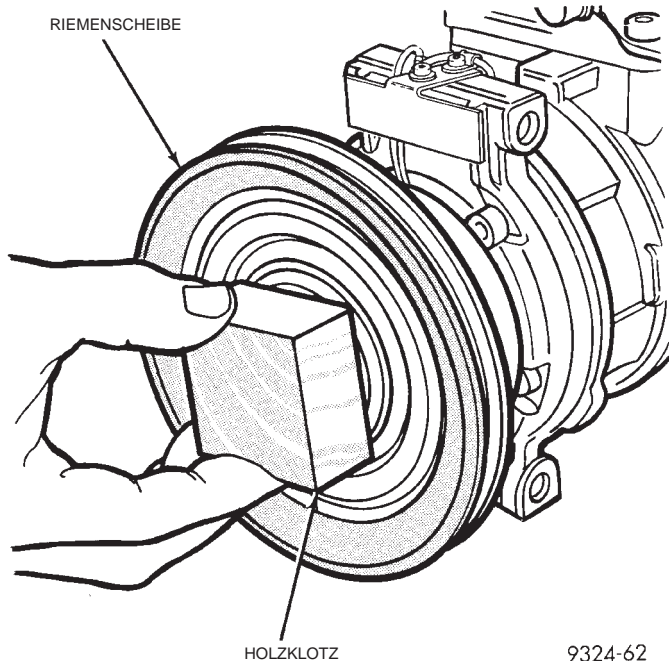

Abb. 21 Riemenscheibe einbauen
(3) Riemenscheibe am Kompressor anbringen. Falls erforderlich, hierbei leicht mit einem Holzklötzchen auf die Reibfläche drücken (Abb. 21).
(4) Sicherungsring der Riemenscheibe mit einer Sicherungsringzange (C-4574) so einsetzen, daß die abgeschrägte Seite nach außen weist. Sicherungsring spreizen, um sicherzugehen, daß er vollständig in der Nut sitzt.